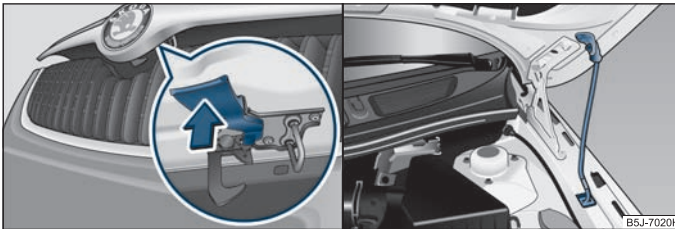

Abb. 139 Kühlergrill: Sicherungshebel / Sicherung der Motorraumklappe mit der Klappenstütze
- Ziehen Sie den Sicherungshebel ⇒ Abb. 139 - links, die Motorraumklappe wird entriegelt.
- Nehmen Sie die Klappenstütze aus der Halterung und setzen Sie die Klappenstütze in die dafür vorgesehene Öffnung ⇒ Abb. 139 - rechts.